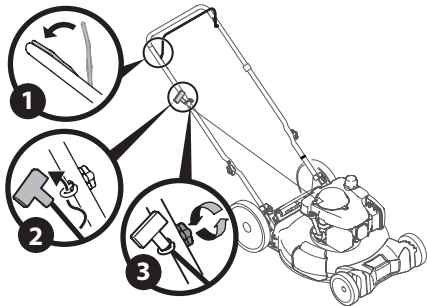

Figure 14
**NOTE :** Le guide-câble est fixé sur le côté droit de la partie supérieure du guidon. Desserrez l'écrou papillon retenant le guide-câble (Figure 14).